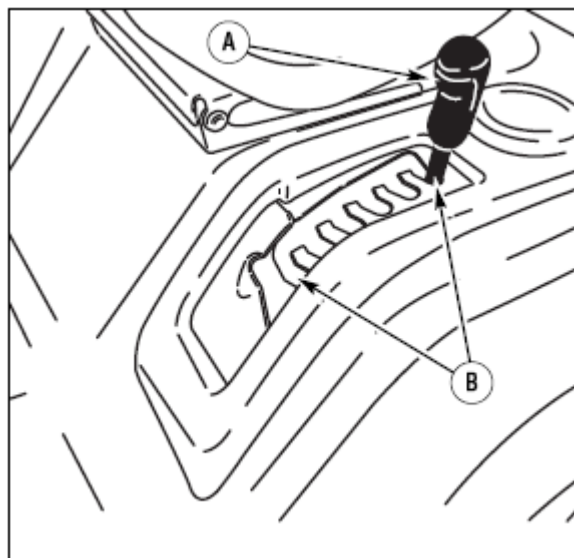

Рис. 37:
6. Переместите рычаг подъема деки в положение стрижки (рис. 37).